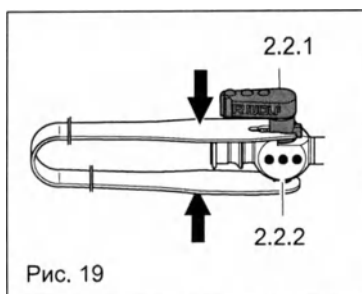

Рис. 19
- ◇ Продвиньте до упора вспомогательный инструмент для демонтажа как показано на Рис. 19 и сожмите